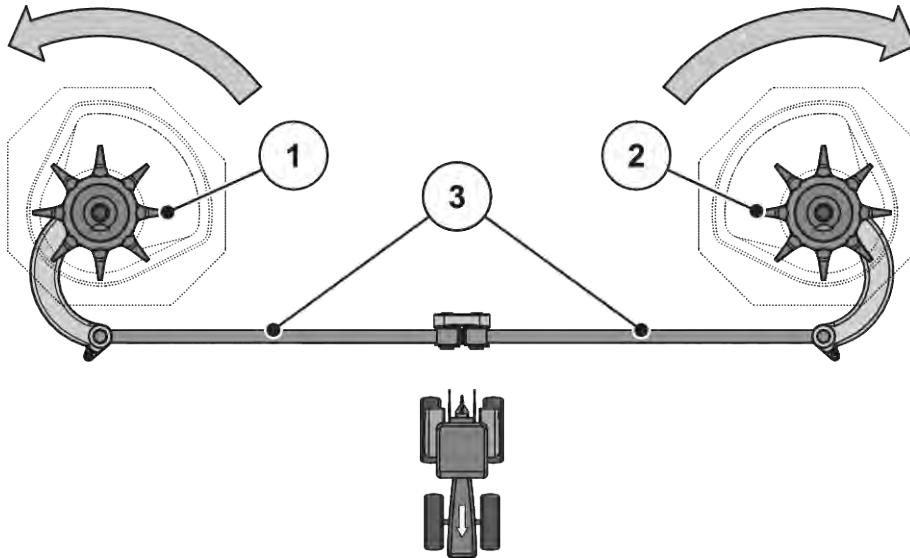

Fig. 54: Vérification de l'entraînement de l'agitateur
- Faire tourner la tête de l'agitateur à la main **dans le sens de rotation du disque d'épandage**. Voir Fig. 54 Vérification de l'entraînement de l'agitateur.
- Faire tourner vigoureusement l'agitateur à la main ou à l'aide d'une sangle pour filtre à huile **dans le sens de rotation inverse du disque d'épandage**. Voir Fig. 54 Vérification de l'entraînement de l'agitateur